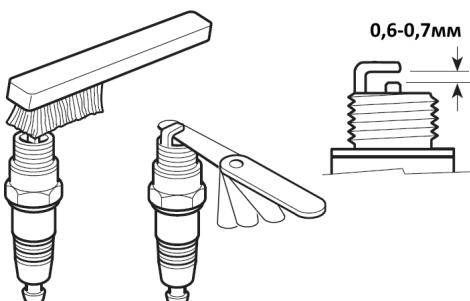

Рис.9
2.Регулярно перевіряйте стан свічки запалювання. При необхідності очистіть електроди від нагару та пірегулюйте зазор, який має дорівнювати 0.6 мм.(рис.9)